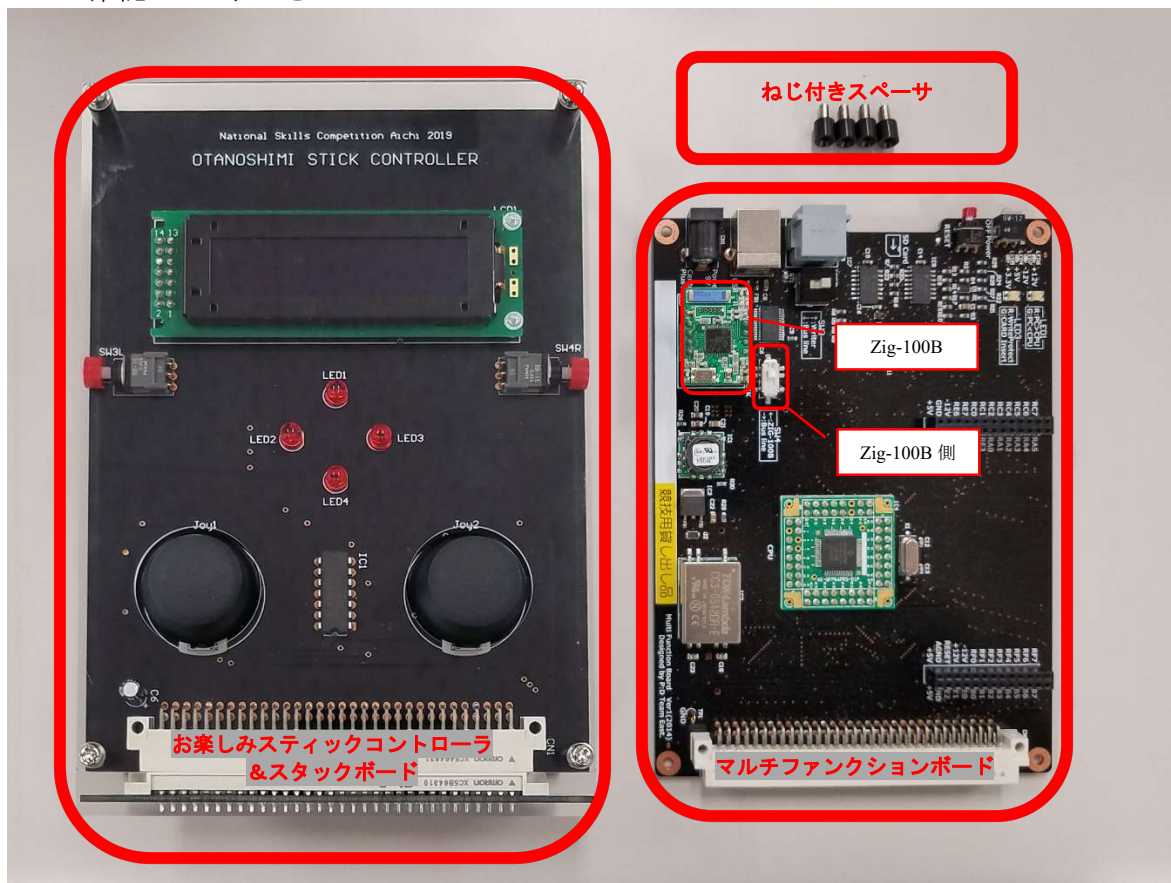

図 A2.1 お楽しみスティックコントローラとマルチファンクションボード
- (1) 図 A2.1 に示す、お楽しみスティックコントローラ&スタックボード、各自持込みのマルチファンクションボード、およびねじ付きスペーサが4個あることを確認してください。